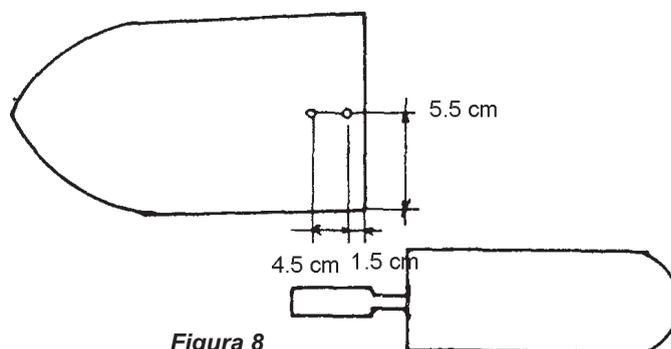

Figura 8
- Perfora la parte aplanada de la varilla, de tal forma que coincidan las perforaciones de la lámina y la varilla (figura 8).